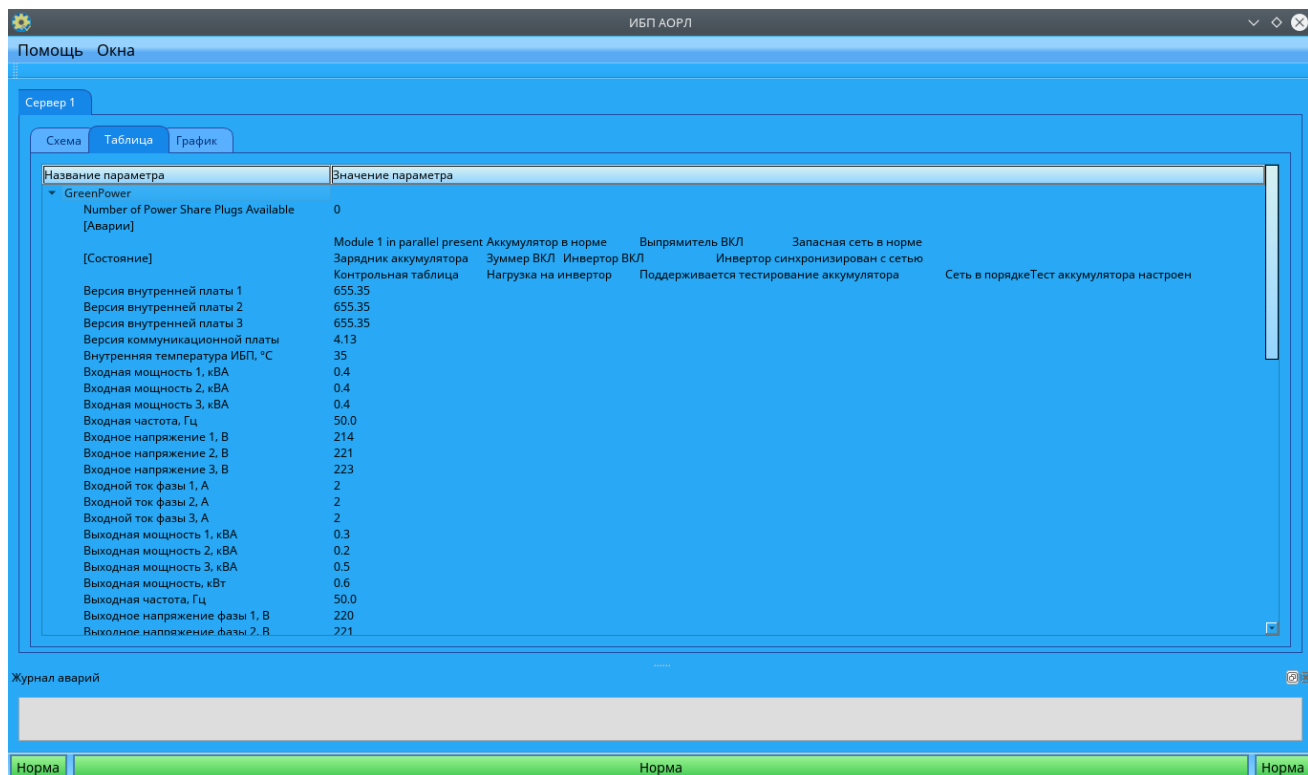

Рисунок 13. Вид вкладки «Таблица»
4.3.3.1 На вкладке «Таблица» приведены значения всех параметров (рисунок 13).